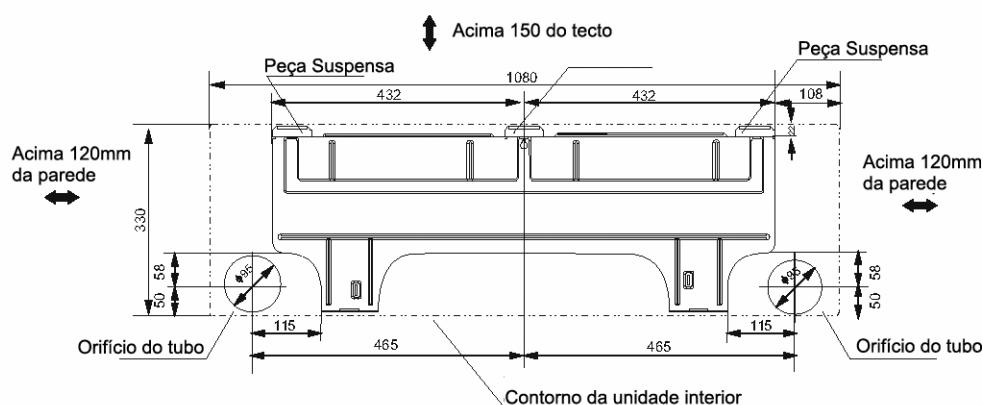

Fig.5
1. Determine as posições do orifício de acordo com o diagrama pormenorizado na Fig.5. Faça um (1) orifício ( $\Phi$  95mm) ligeiramente inclinado para o exterior.